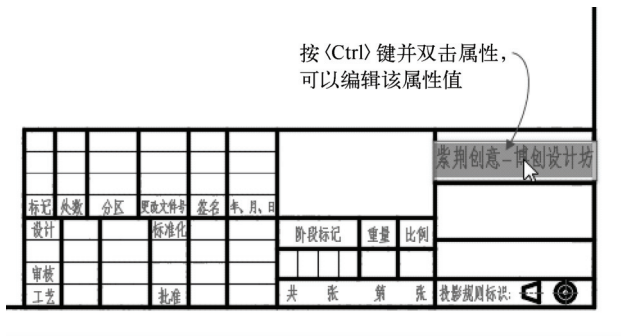

图 9-34 使用在位编辑器编辑属性值
- 方法三：按〈Ctrl〉键并双击属性以显示在位编辑器，接着编辑属性值，如图 9-34 所示。